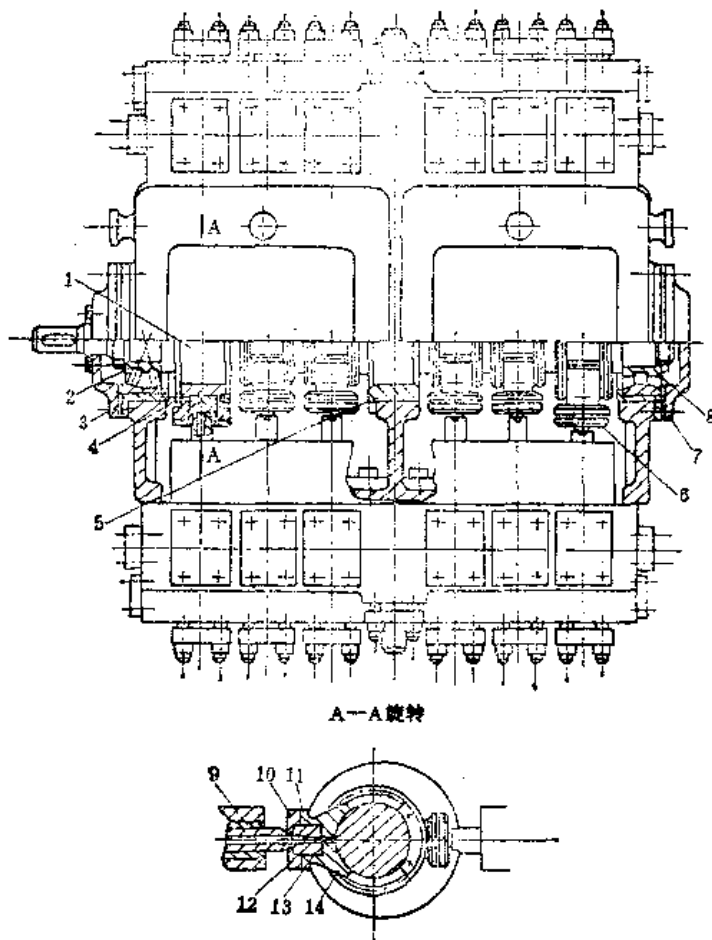

图13-4-4 12SB高速泵
(2) 高速泵 卧式三柱塞泵由于转速低、行程长、效率低、设备重、体积大, 已经不能适应现代水压机发展的需要。目前我国已经研制成功重量轻、体积小、高转速、大流量的高速泵。如图13-4-4所示。